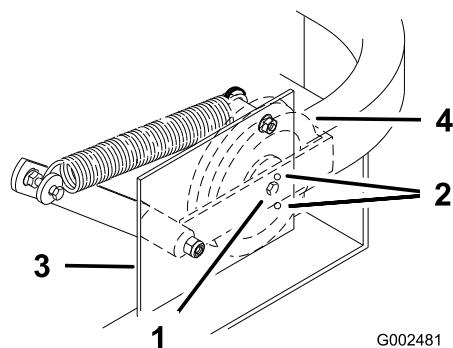

Figure 55
Important: Vérifiez que la courroie est bien en place dans les guides avant et arrière (Figure 55).
4. Vérifiez la tension de la courroie. Le boulon central de la poulie de tension rappelée par ressort doit se trouver près du trou d'alignement supérieur de la plaque de support gauche (Figure 55).